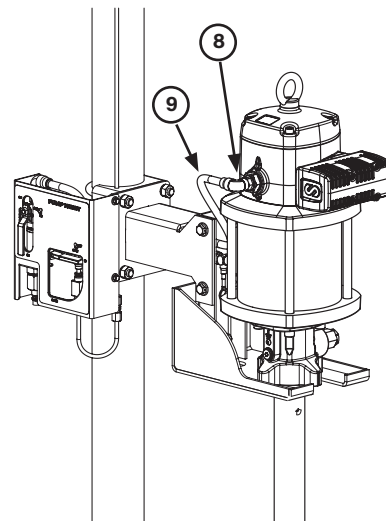

Fig. 7
4. Screw the connector (8) into air motor inlet and connect the tube (9) (Fig. 7).
1. Fije la bomba al cáncamo mediante el bulón y la tuerca (2).
2. Atornille el racor (8) a la alimentación de la bomba y conéctelo al tubo (9) (Fig. 7)
4. Atornille el racor (8) a la alimentación de la bomba y conéctelo al tubo (9) (Fig. 7).